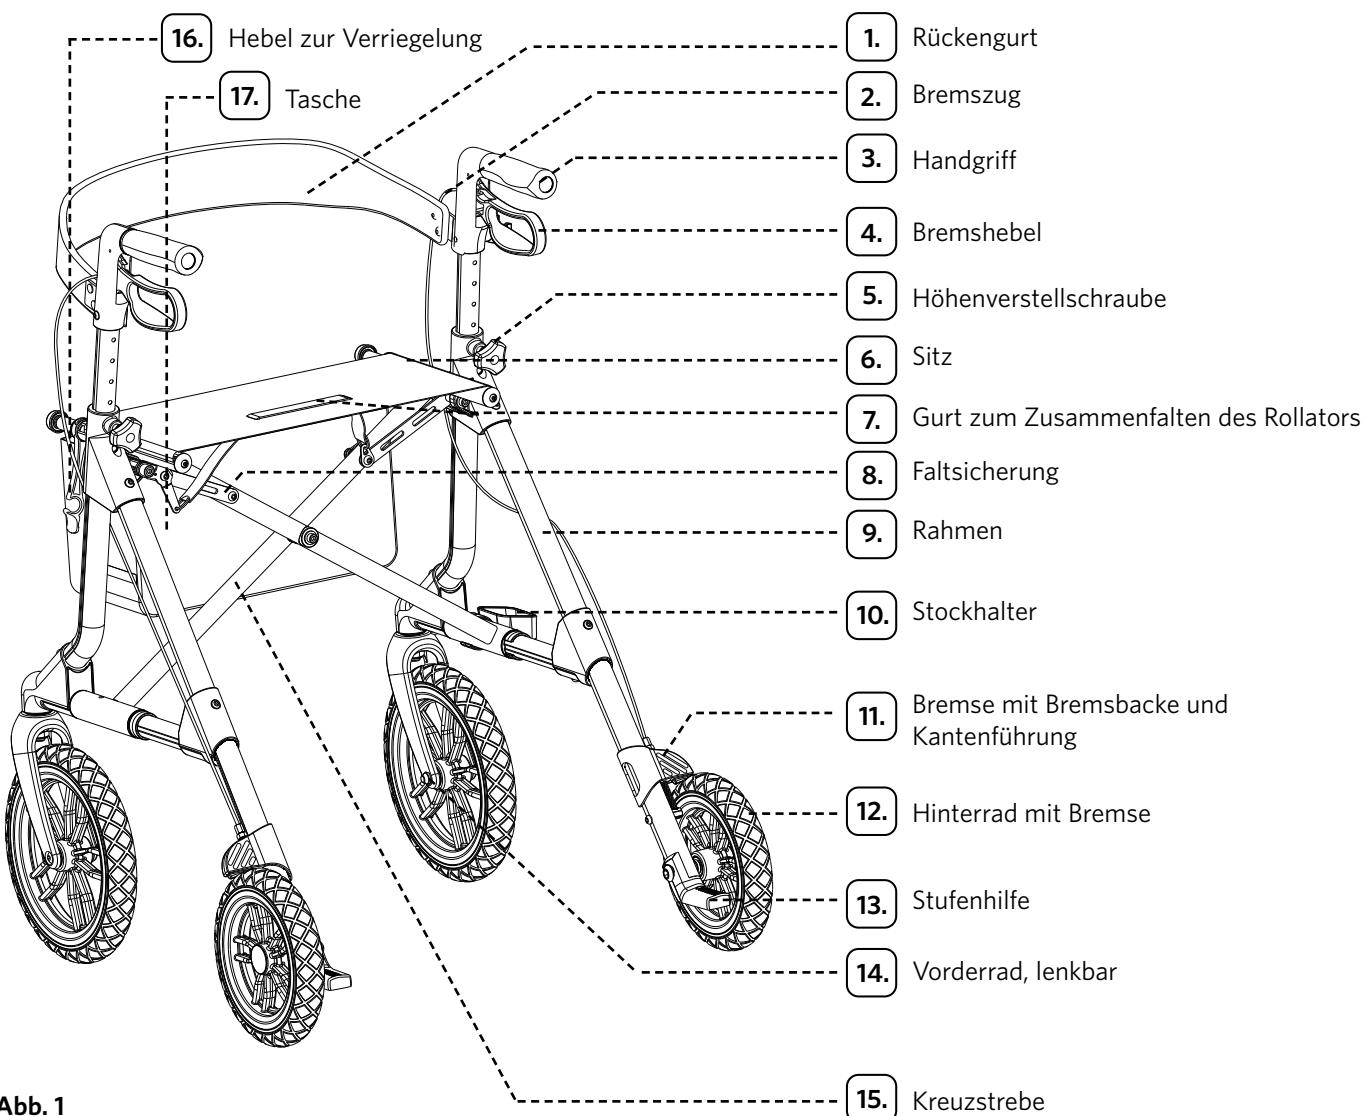

Abb. 1
1. Lösen Sie die Höhenverstellschraube (Abb. 1, Nr. 5.).
3. Ziehen Sie die Höhenverstellschraube (Abb. 1, Nr. 5.) fest.